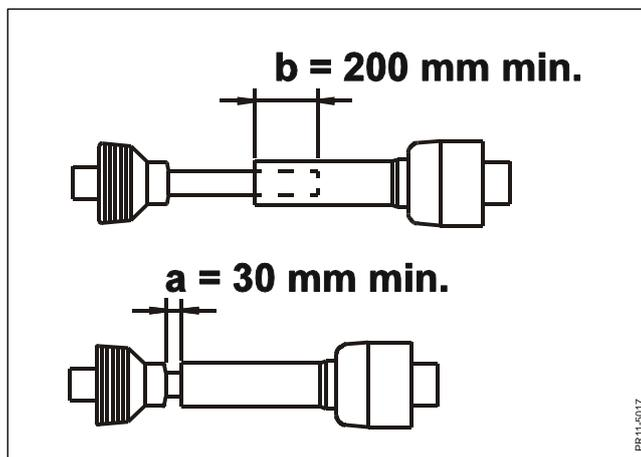
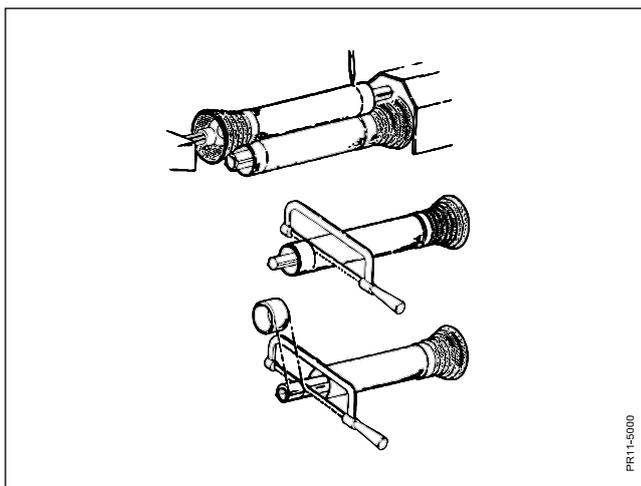

Abb. 2-10
Abb. 2-12
- Abb. 2-10** Die Länge der Zapfwelle so einstellen, dass sie:
**Abb. 2-12** Die Hälften der Welle an Zapfwelle bzw. PIC (Abb. 2.10) befestigen, wenn sich diese direkt einander gegenüber befinden und die Maschine in Arbeitsposition ist. (Der größte Abstand an dieser Maschine.) Die Wellenenden parallel zueinander halten und die Stelle markieren, an der sie gekürzt werden sollen. Die Überlappung muss mindestens 200 mm betragen. Alle 4 Rohre gleichmäßig kürzen.
**WARNUNG:** Niemals so scharf wenden, dass ein geringerer Abstand als die vorgeschriebenen 30 mm vorhanden ist, um ein Aufsetzen der Welle zu vermeiden. Siehe Abmessung im Abb. 2-10.